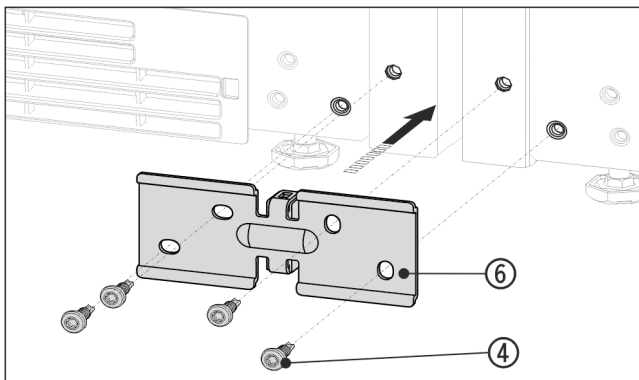

Fig. 15 Beispielhafte Darstellung
- ▶ Winkel Fig. 15 (6) mit dem Distanzstück zwischen die Geräte schieben und mit 4 Schrauben Fig. 15 (4) lose anschrauben.